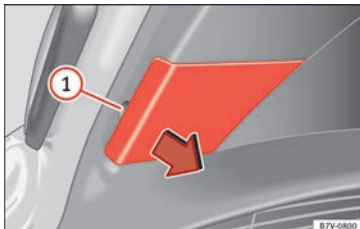

Abb. 217 In der Heckklappe: Abdeckung abnehmen.
2. Mit der flachen Klinge des Schraubendrehers aus dem Bordwerkzeug » Abb. 181 die Abdeckung an der Aussparung » Abb. 217 ① vorsichtig abhebeln.